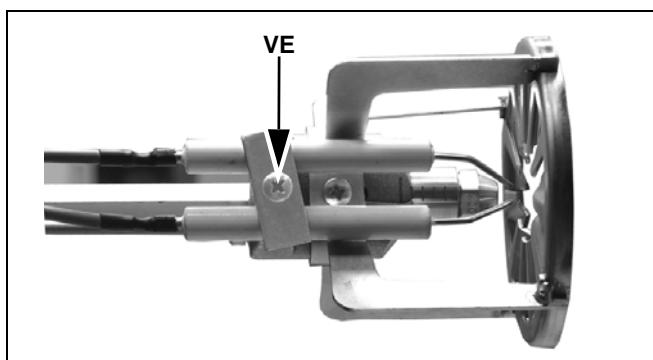
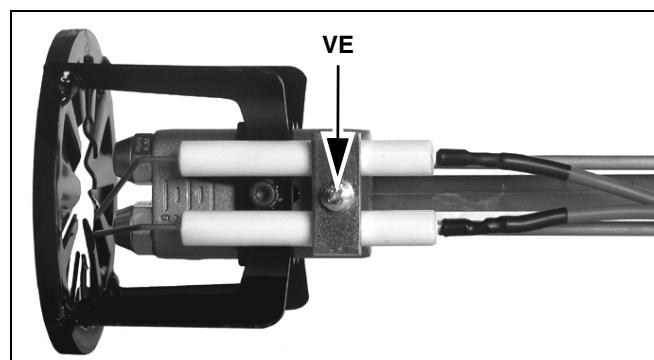

Fig. 29
Fig. 30
- Destornillar el tornillo VE y desmontar los electrodos del soporte (Fig. 29 - Fig. 30).